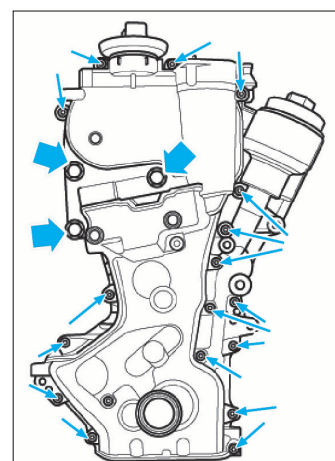

FIG. 15
- Déposer les 20 vis de fixation du carter de chaîne de distribution, soulever légèrement le moteur puis déposer le carter de chaîne de distribution (Fig.15).